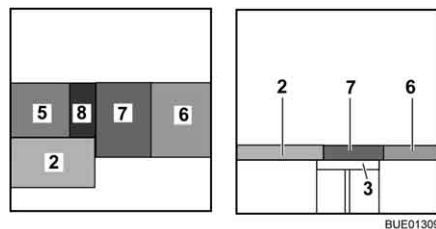

Bild 142 Nach dem Umbau
- Das Sitzpolster (Bild 142,7) in die Mitte legen.
- Das Rückenpolster (Bild 142,6) zwischen das Sitzpolster und die Wand legen.